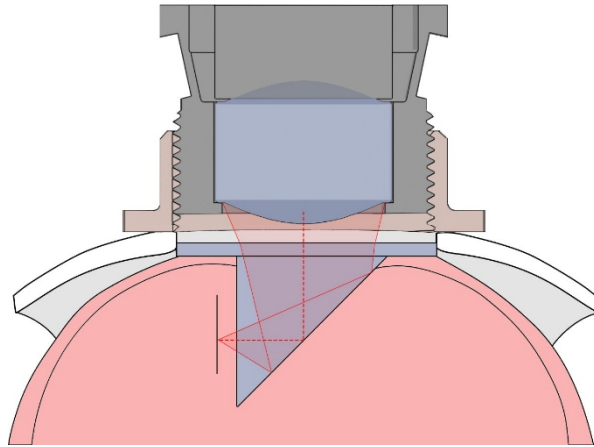

Figure 2.6 : Méthode du prisme latéral
- La **méthode du prisme latéral** peut être utilisée conjointement avec une **fenêtre crânienne**. Un microprisme est inséré dans les zones superficielles du cerveau (Fig. 2.6), ce qui permet de visualiser les régions perpendiculaires au plan focal normal.